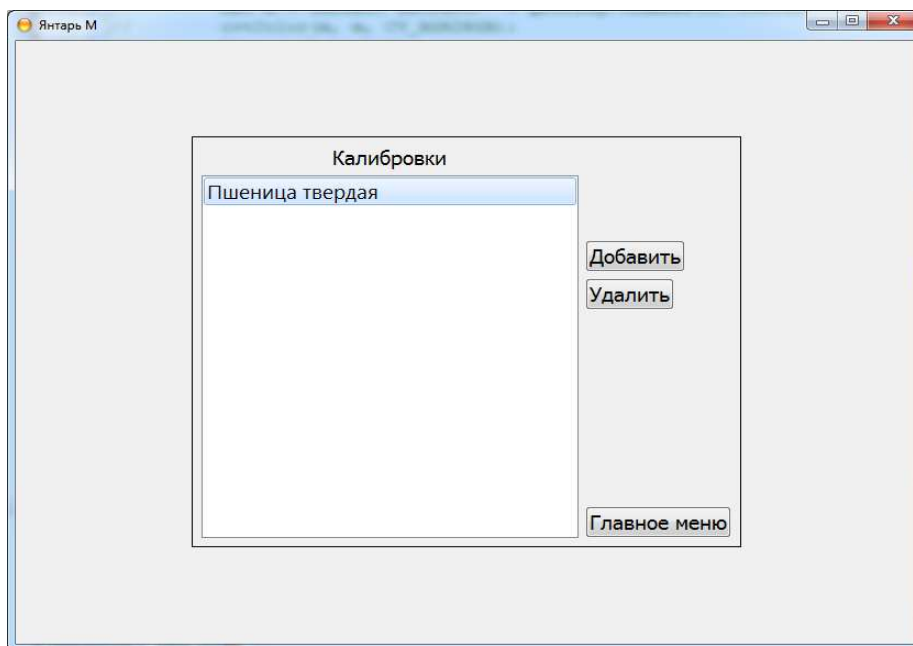

Рис. 24. Список калибровок.
- На экране откроется список калибровок (Рис.24):